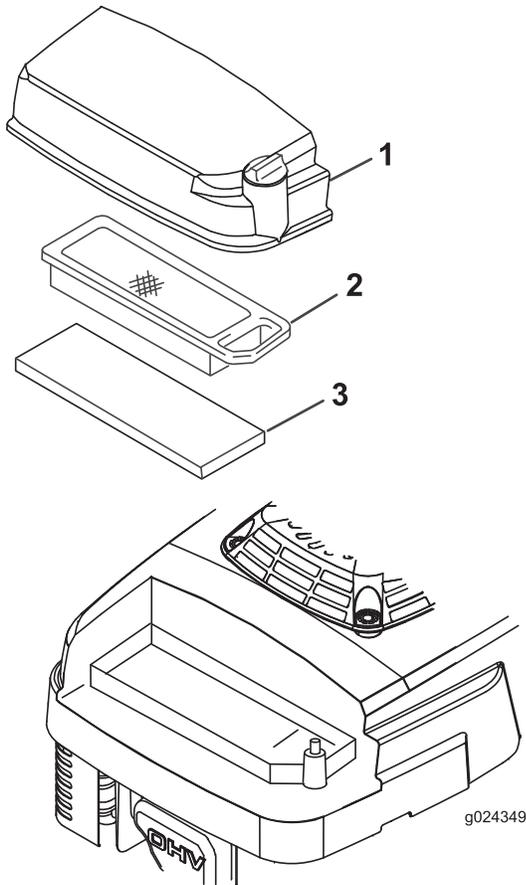

Figure 19
3. Desserrez la vis sur le couvercle du filtre à air (Figure 19).
5. Enlevez et examinez l'élément filtrant en papier (Figure 19) et remplacez-le s'il est excessivement encrassé.
6. Enlevez le préfiltre en mousse (Figure 19) et nettoyez-le avec de l'eau et un détergent doux. Séchez-le ensuite en le serrant légèrement dans un chiffon.